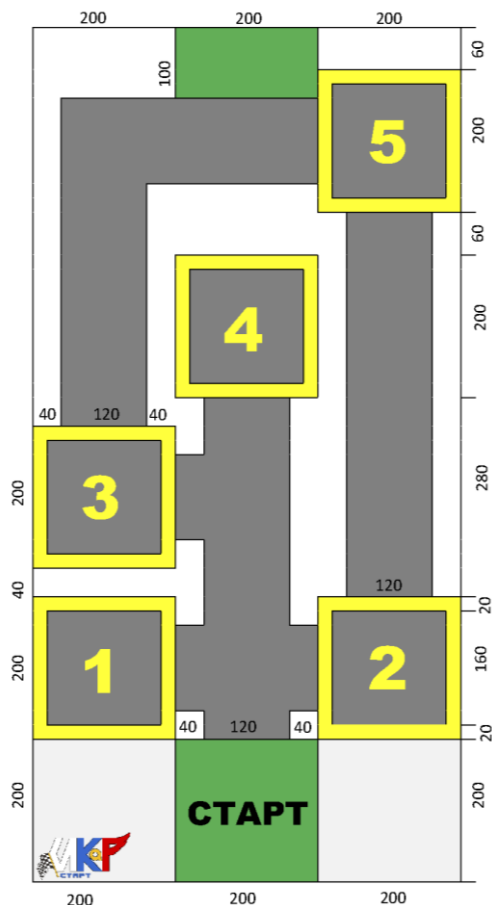

Рис. 4. Схема поля 1 этапа на 1 участника.
10.1. Первый этап «Кулибин-PRO» представляет собой интеллектуально-практический турнир с прохождением роботом трассы по заданному маршруту (рис.4.).